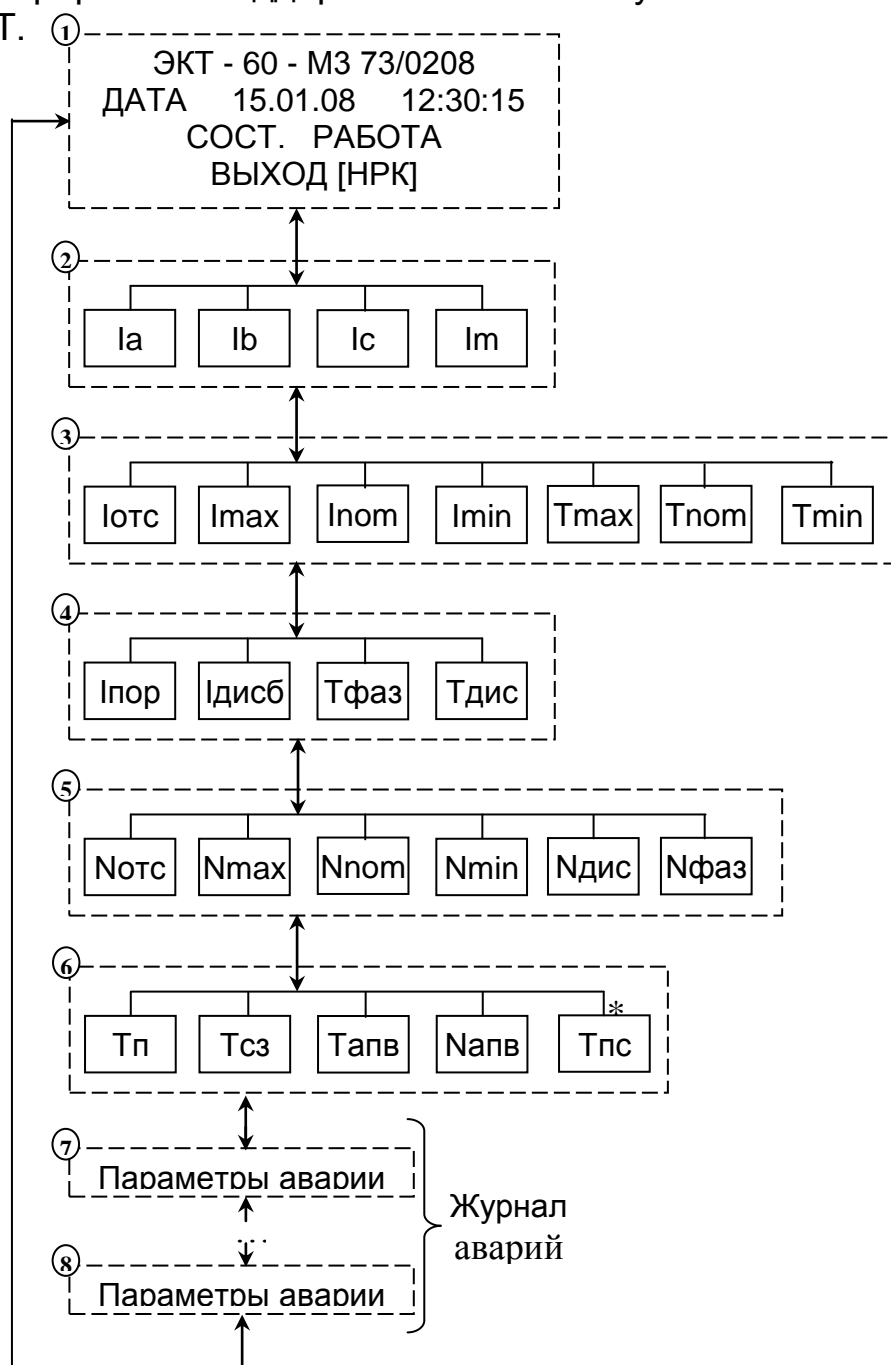

Рисунок 3
5.5 Для установки и поддержания связи между пультом и электронным контроллером тока ЭКТ (ЭКТМ), необходимо совместить ИК-приемо-передатчики обоих устройств на расстоянии 10-20 см друг от друга. При успешном налаживании связи в правом верхнем углу дисплея появится мигающий знак « ■ ». На дисплее отобразится страница №1 рис.3, описывающая модель контроллера (ЭКТ-60-М3), серийный номер (73) и дату выпуска ЭКТ (02.08), текущую дату и время, установленные в контроллере, текущее состояние (**РАБОТА/АВАРИЯ**) и выход контроллера (**НЗК** (нормально замкнутый контакт) / **НРК** (нормально разомкнутый контакт)). Перемещаясь с помощью кнопок **«ВЫБОР СТРАНИЦЫ»** по страницам указанной диаграммы можно просмотреть все параметры настраиваемого контроллера.
Для просмотра значений параметров контроллера, отображенных на страницах рис.3, необходимо непрерывно поддерживать связь пульта с электронным контроллером тока ЭКТ.